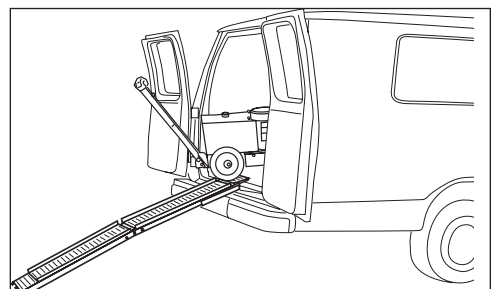

FIG. 3.1
4. Positionner la machine en bas de la rampe (Figure 3.1).
3. Placer la machine à l'arrière du camion, alignée à la rampe (Figure 3.1).